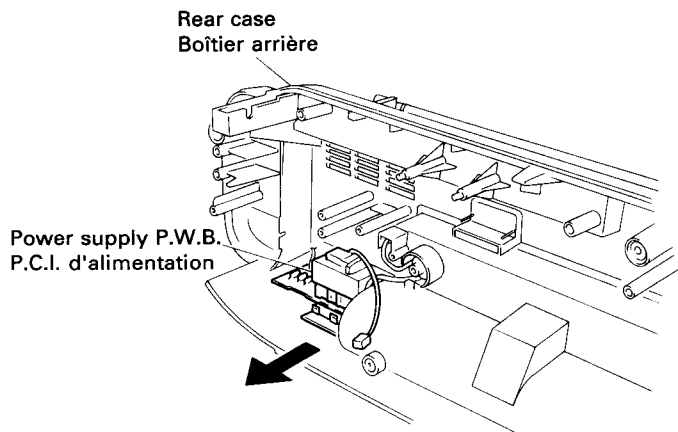

Fig. 2
2. Power supply P.W.B. (Fig. 2)
2. Plaquette de circuit imprimé d'alimentation (Fig. 2)